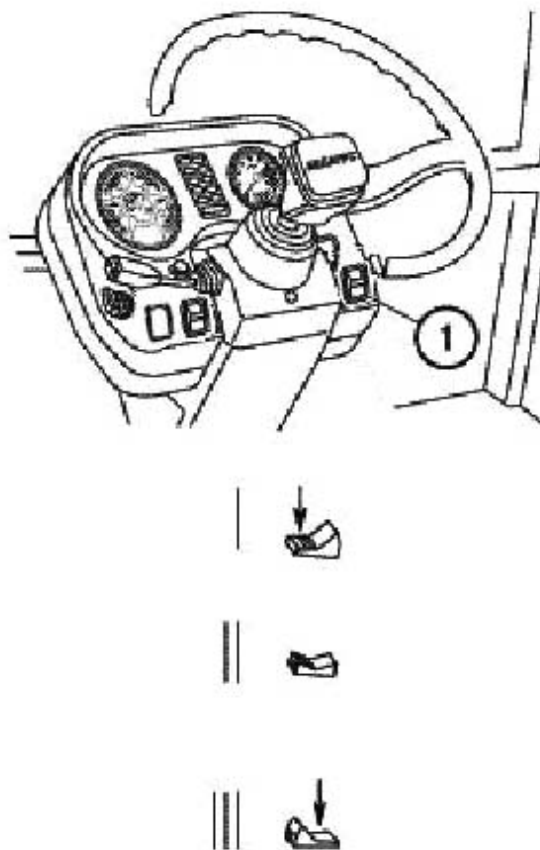

Рис.4.11
Центральный переключатель света (поз 1 на рис.4.11)
Для включения передних фар установите центральный переключатель света (1) в положение III (см. рис.4.11), а рычаг подрулевого переключателя в среднее положение – «ближний свет». «Дальний свет» включается поворотом рычага переключателя от себя до упора. Положение рычага «ближний»/ «дальний» свет фиксируется.